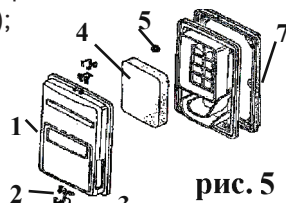

рис. 5
- снимите крышку воздушного фильтра (рис.5 поз.1);
- извлеките и осмотрите воздушный фильтр (рис.5 поз.4);
(рис.5 поз.4);